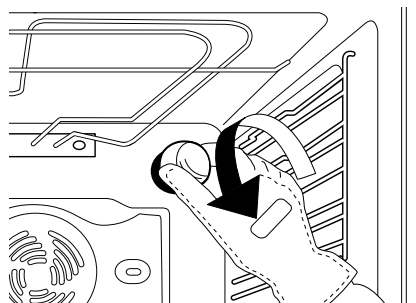

Fig. 5
2. Dévissez le cache de l'ampoule (Fig. 5), remplacez l'ampoule grillée par une neuve (voir la remarque concernant le type d'ampoule utilisé) et revissez le cache.
- L'ampoule utilisée dans l'appareil est spécialement conçue pour les appareils électriques et n'est pas destinée à être utilisée pour un éclairage de pièce (Règlement (CE) n° 244/2009 de la Commission).